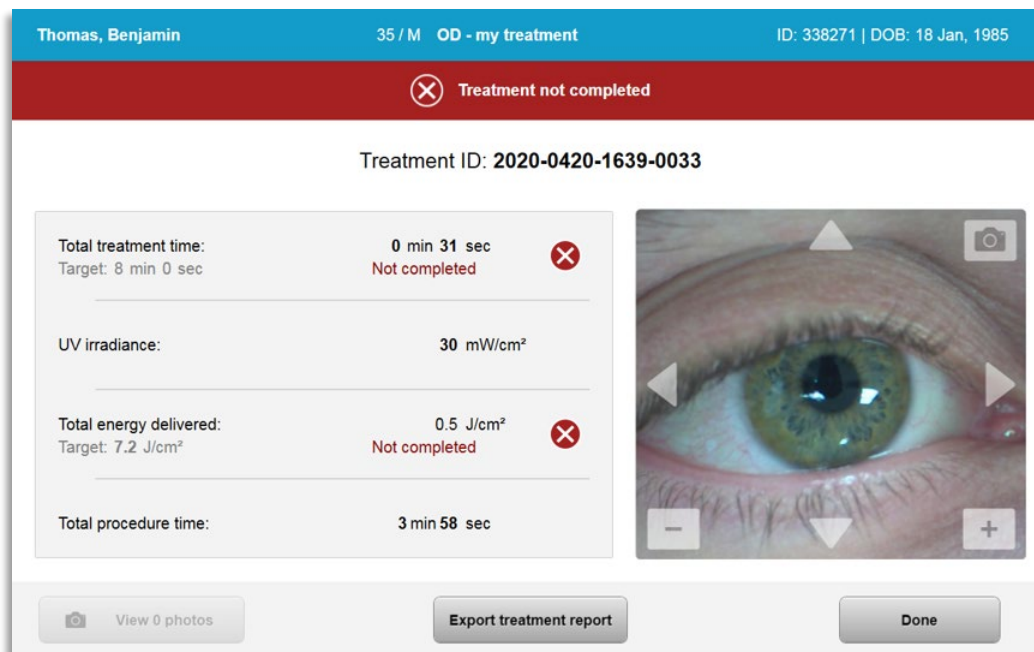

Bild 3-30. Halvgjord behandling ej färdig
- Information om den halvgjorda behandlingen kommer att visas enligt bild 3-30.